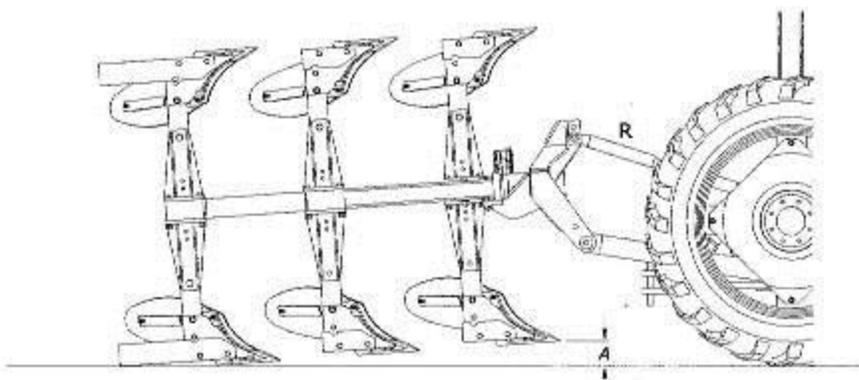

FIGURA NO. 6 INCLINACION LONGITUDINAL INICIAL DEL ARADO
6. La reja delantera del arado debe estar 8 centímetros mas alta que la reja mas trasera. Distancia A de la figura no. 6. Esta altura se obtiene acortando o alargando la barra del tercer punto de tractor, marcada con la letra R.